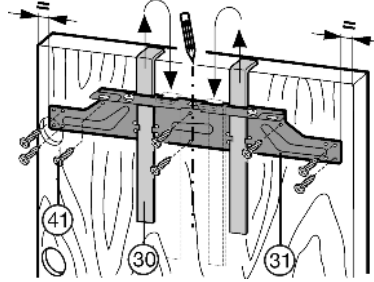

Fig. 19
- ▶ Bevestigingsdwarsstrip *Fig. 19 (31)* via de contraoeren *Fig. 19 (32)* losdraaien.
- ▶ Bevestigingsdwarsstrip *Fig. 19 (31)* met de montagehulpstukken *Fig. 19 (30)* aan de binnenkant van de kastdeur hangen.
- ▶ Bevestigingsdwarsstrip *Fig. 19 (31)* centrisch uitlijnen: korte middenlijn op de kastdeur aangeven en daar overheen pijlpunt van de dwarsstrip aanbrengen.
- ▶ Bevestigingsdwarsstrip *Fig. 19 (31)* met ten minste 6 schroeven *Fig. 19 (41)* vastdraaien.
- ▶ Bevestigingsdwarsstrip *Fig. 19 (31)* met 4 schroeven *Fig. 19 (41)* aan de rand vastdraaien.
- ▶ Trek demontagehulpstukken *Fig. 19 (30)* naar boven eruit en schuif ze gedraaid in de ernaast gelegen opnameopeningen.